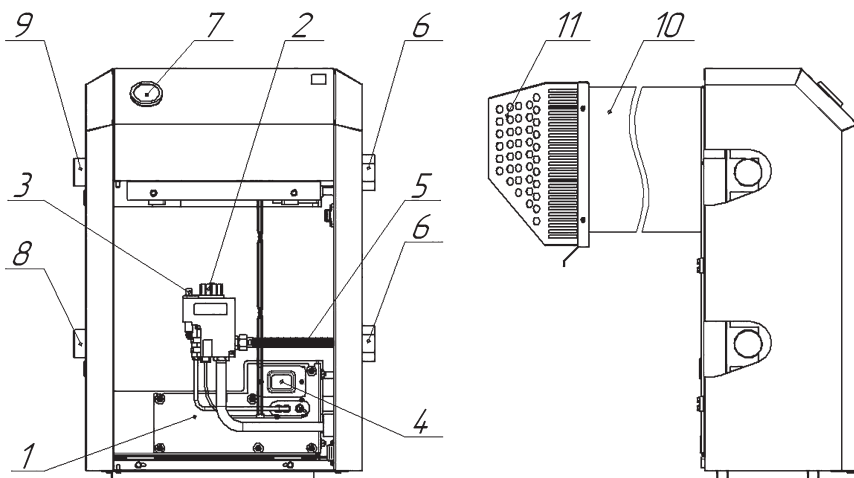

Рис. 1. Котёл «Патриот» с автоматикой 630 EUROSIT
- 5.1 Котёл представляет собой сварную конструкцию, образующую по всему периметру водяную рубашку, окаймляющую топочную камеру. В нижней части котла, в проеме топочной камеры, установлено газогорелочное устройство с органами управления. В задней части котла находится газоотводящий патрубок для удаления продуктов сгорания из топки. На задней поверхности котла расположены проушины для крепления котла к стене. На боковых стенках котла расположены патрубки для подключения отопления (см. рис. 1).